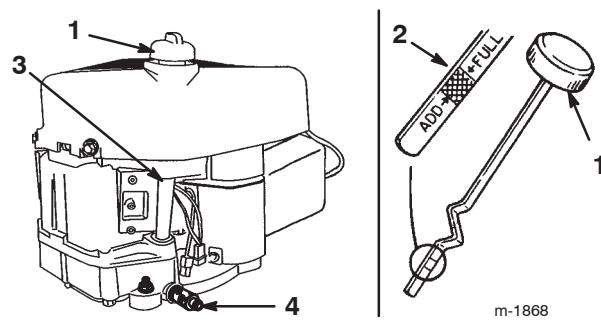

Bild 18
7. Reinigen Sie den Bereich um den Ölpeilstab herum (Bild 18), damit kein Schmutz in den Einfüllstutzen gelangen und so den Motor beschädigen kann.
8. Schrauben Sie den Ölpeilstab los und wischen Sie das Metallende ab (Bild 18).
9. Schrauben Sie den Ölpeilstab vollständig in den Einfüllstutzen (Bild 18).
13. Reinigen Sie den Bereich um den Peilstab (Bild 18) und drehen Sie den Verschlussdeckel ab.
14. Gießen Sie ca. 80 % des Motoröls langsam in den Einfüllstutzen (Bild 18). Siehe „Warten des Motoröls“ auf Seite 23.